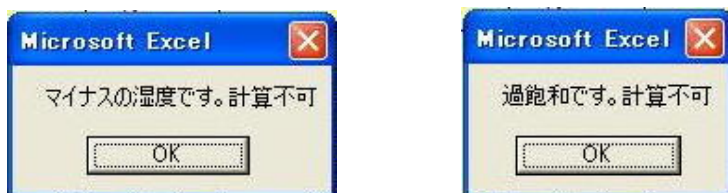

図 7 . 警告メッセージ (マイナス湿度エラー、過飽和エラー)
c) 前述の 3.1) 項 b) で「警告する」を選んだ場合、計算可能な範囲外あるいは実際には存在しないデータが記入されていると、切替えと共に図 7 の警告メッセージが出ます。「警告しない」の場合は出ません。